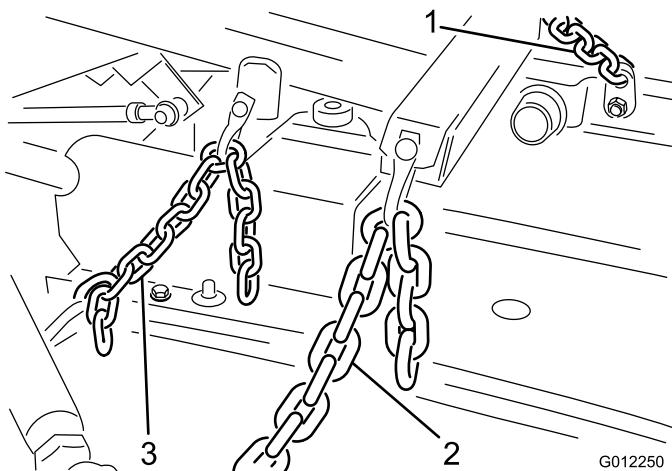

Bild 12
1. Verbinden Sie die Hubketten mit 6 Ketten, Kettenstiften (3/8 x 1-1/2 Zoll) und Splinten (1/8 x 3/4 Zoll) mit dem Hubarm und den Kettenhalterungen des Mähwerks (Bild 12). Stellen Sie die Kettenlänge so ein, dass beide gleichzeitig gespannt sind, wenn der Hubarm angehoben wird.
2. Verbinden Sie die Enden der Spannfeder zwischen dem vierten Glied der hinteren Kette und der Öse des Splints, der den Zylinderstift arretiert (Bild 12). Stellen Sie die Länge der Kette so ein, dass die hinteren Laufräder in der Transportstellung Bodenfreiheit haben.